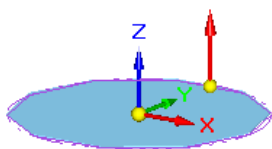

图 8.3.4 定义材料方向
(3) 定义材料厚度及方向。在命令条中单击“厚度步骤”按钮，在“厚度”文本框中输入值 0.1，并将材料加厚方向调整至图 8.3.4 所示的位置后单击。
(4) 单击命令条中的“完成”按钮，完成特征的创建。